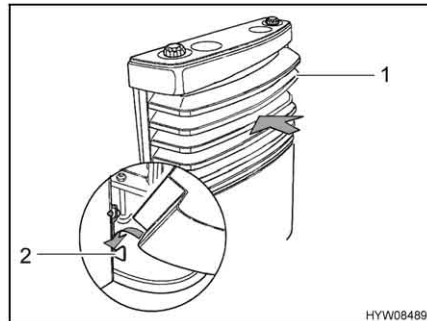

Bild 144 Heizungsverkleidung, untere Lager
- Heizungsverkleidung montieren. Dazu Heizungsverkleidung (Bild 144,1) auf die unteren Lager (Bild 144,2) stellen.